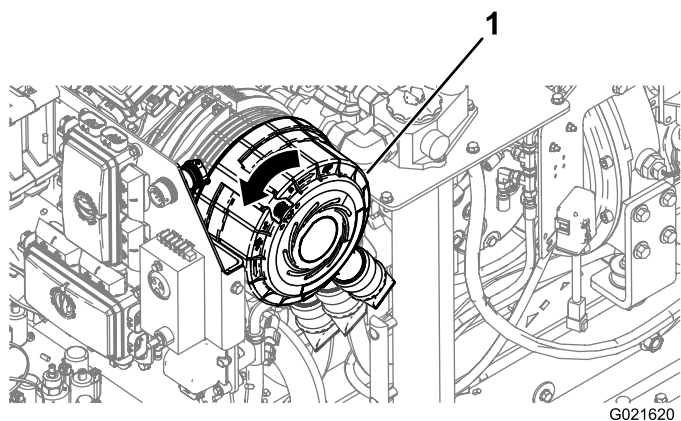

Figura 79
6. Gire a tampa do filtro no sentido anti-horário até que o protetor de poeira esteja na posição de 4 horas (Figura 79).
4. Gire a tampa do filtro do purificador de ar no sentido horário até que o protetor de poeira esteja na posição de 4 horas (Figura 79).
5. Empurre o fecho na tampa do filtro do purificador de ar até assentá-lo completamente (Figura 79).